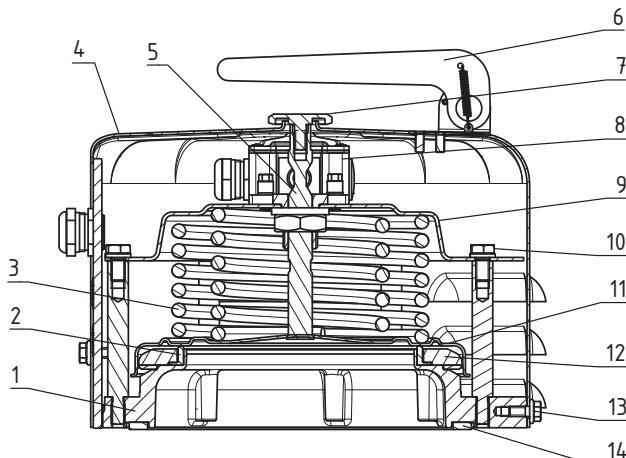

Fig. 1
La bride du carter (Fig. 1/1) du dispositif de surpression est montée respectivement sur le réservoir du transformateur et sur le changeur de prises. La bride du carter contient, de plus, un joint (Fig. 1/2) et une lèvre de scellement (Fig. 1/12). Le disque de soupape (Fig. 1/11) est compressé contre le joint à l'aide d'un ensemble à ressort (Fig. 1/3). L'ensemble à ressort est maintenu à l'aide d'un palier de renvoi (Fig. 1/9) serré à la bride à l'aide de six vis (Fig. 1/10).
Le palier de renvoi qui précharge l'ensemble à ressort est maintenu par six vis (Fig. 1/10). Ces vis ne doivent pas être retirées sous aucun prétexte et en aucune circonstance!!!
À chaque déclenchement de la soupape, une fiche de signal colorée (Fig. 1/5) émerge du carter (rouge pour huile minérale, bleu
pour huile de silicone). Cette fiche est maintenue vers l'extérieur pour aviser l'utilisateur que la soupape a déclenchée (Fig. 3). De plus, un sémafor (Fig. 1/6) peut être monté et se relève lors du déclenchement afin d'attirer l'attention.
De plus, le dispositif de surpression est disponible en version ayant un micro rupteur ou deux micro rupteurs optionnels (Fig. 1/8) actionné (s) par la fiche de signal durant le déclenchement de la soupape. Les divers types de raccordement des micro rupteurs sont décrits au chapitre 4.
Pour installer le dispositif de surpression, le couvercle (Fig. 1/4) doit être retiré en premier. Pour ce faire, retirer la fiche de signal (Fig. 1/5) et desserrer le capot de la fiche de signal (Fig. 1/7) à
l'aide de deux (2) clés à fourche SW12 et SW32 (utiliser des pinces en alternative). Retirer alors les deux vis SW10 (Fig. 3/1) et la vis SW10 au côté opposé (Fig. 1/13) de la plaque de montage. Terminer en retirant le couvercle.
Le dispositif de surpression est installé par l'intermédiaire des perçages sur la bride du carter à l'aide de vis M12 respectivement 1/2". Les dimensions concernées sont indiquées dans l'Annexe. Lors du montage du dispositif, s'assurer d'installer un joint de montage (Fig. 1/14)/(Fig. 9) (inclus en option à la livraison) sous le dispositif.
Pour attacher le couvercle, serrer les deux vis (Fig. 3/1) SW10 à la plaque support et la vis (Fig. 1/13) SW10 au côté opposé ( $M_A=5$  Nm).